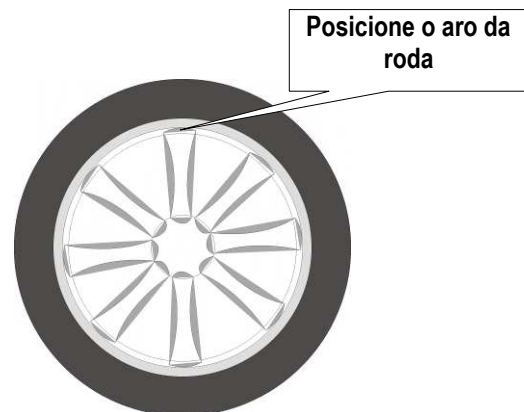

Fig 33
**Etapa 2:** O método de inserção de tamanho no modo de balanço ALU--S al e aE indica a posição de fixação de chumbo no lado interno do aro da roda; dl e dE indicam a posição de fixação de chumbo no lado externo do aro da roda. Gire a roda, deixe qualquer um dos aros da roda na posição de 12 horas como mostrado na Fig 33.
Após inserir os dados de posição de fixação de chumbo, gire a roda. Se for necessário recalculer o valor de desbalanceamento, deixe qualquer um dos raios da roda na posição de 12 horas como mostrado na Fig. 33, em seguida